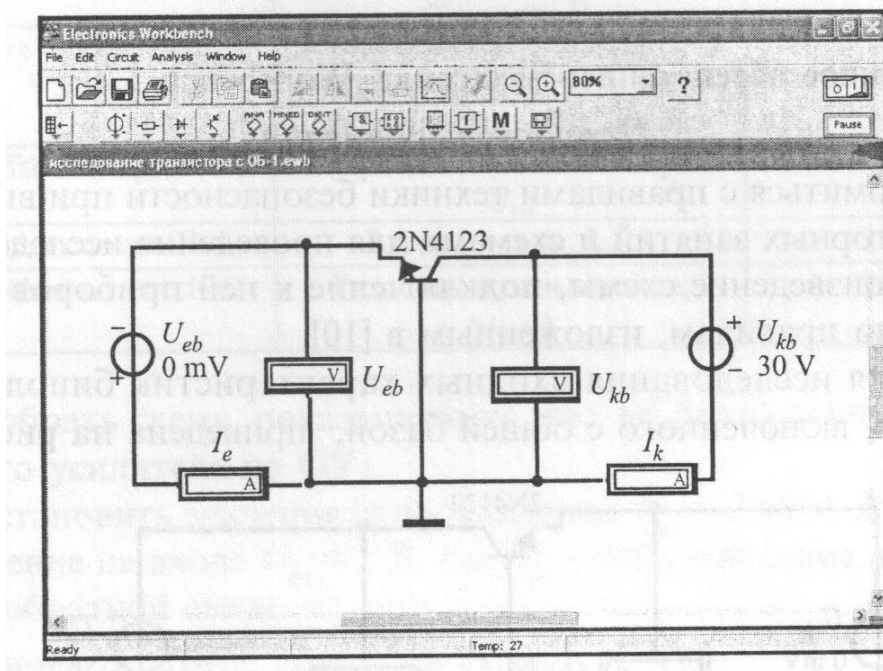

Рисунок 1 - Схема для исследования входных характеристик биполярного транзистора, включенного с общей базой
- а) на схеме (рисунок 1) навести курсор на источник постоянного напряжения (батарею) U_{kb} ;